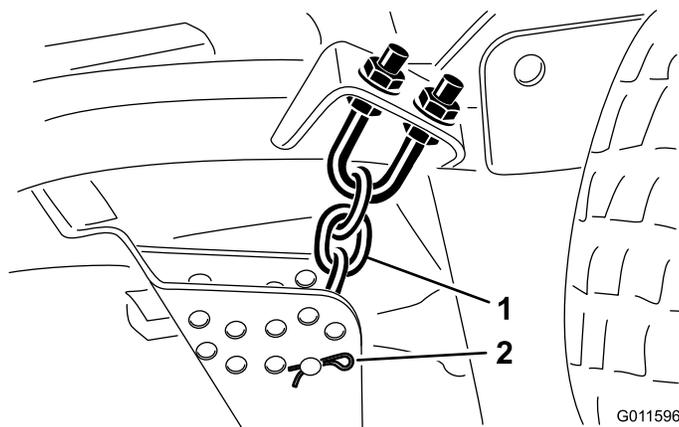

Рисунок 16
- Снимите игольчатый шплинт и шплинтуемый штифт, которые крепят цепи для изменения высоты скашивания к задней части деки газонокосилки (Рисунок 16).